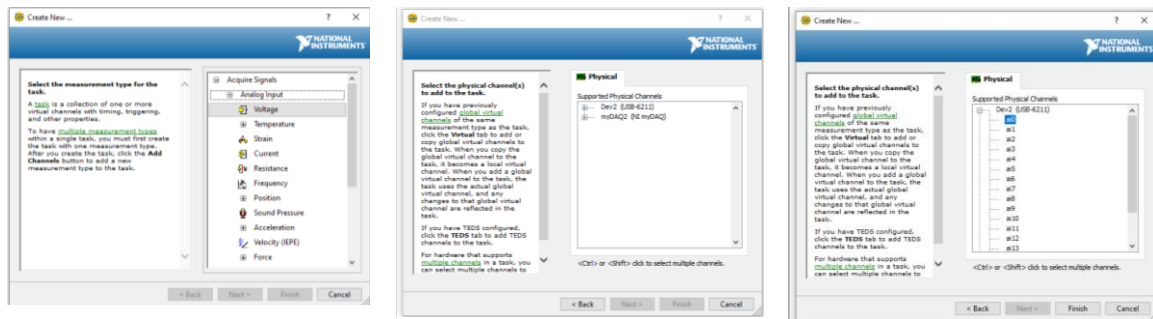

Figura 1.8. Selección de la tarjeta y del canal de adquisición de datos
- Conecte físicamente la salida de voltaje del CI. AD595 a otra entrada analógica disponible de la tarjeta de adquisición de datos NI-USB-6009 o de la placa Arduino. En la interfaz desarrollada previamente en LabVIEW, configure y adicione un canal más de lectura de voltaje (ver figura 1.8), la idea es poder visualizar en el mismo entorno gráfico, las dos señales de temperatura (LM35 y Termopar).